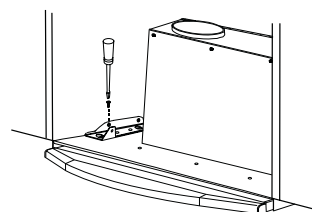

Fig. 7.4
8. Montera låsskruven (se Fig. 7.4).
6. Montera låsskruven (se "Montering av köksfläkten i skåp", se Fig. 7.4).